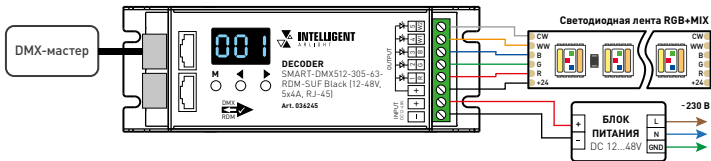

Рис. 1. Пример схемы подключения декодера
- 3.2. Подключите декодер согласно схеме на рис. 1.